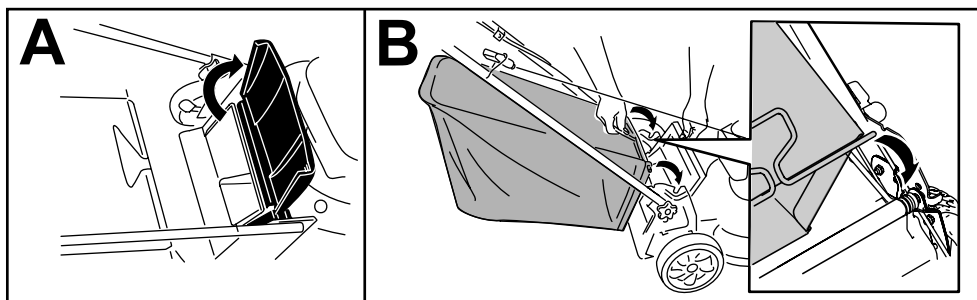

Figure 17
1. Soulevez le déflecteur arrière et gardez-le dans cette position (A de la Figure 17).
2. Montez le bac à herbe en veillant à placer les ergots dans les crans du guidon (B de la Figure 17).